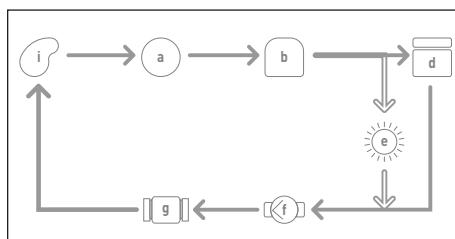

Figure 3. Corps simple
**REMARQUE :** Pour les installations de combinaison piscine/spa, vous reporter à la figure 3 et 4.